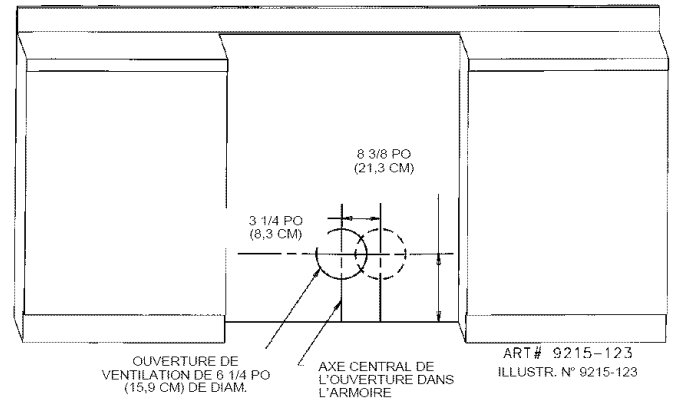

Figure 10
a. **Par le mur arrière.** (Voir la figure 10) Marquer l'axe central de l'ouverture dans l'armoire sur le mur arrière. Le centre de l'ouverture de 6 1/4 po (15,9 cm) doit se trouver à 8 3/8 po (21,3 cm) au-dessus du plancher et à un maximum de 3 1/4 po (8,3 cm) à droite (lorsqu'on fait face à l'ouverture dans l'armoire) de l'axe central de l'ouverture, tel qu'indiqué à la figure 10.